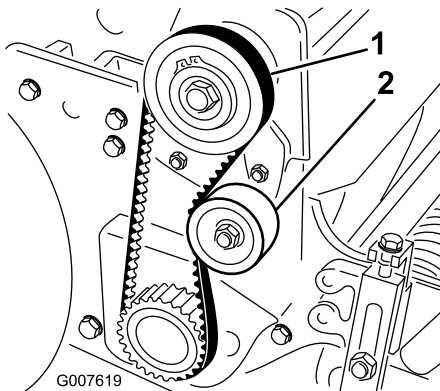

Bild 36
2. Prüfen Sie die Spannung. Bringen Sie hierfür eine Kraft von 18-22 N in der Mitte des Riemen zwischen den Riemenscheiben (Bild 36) an. Der Riemen muss sich 6 mm durchbiegen lassen.
bis Sie die gewünschte Riemenspannung erzielt haben (Bild 36).